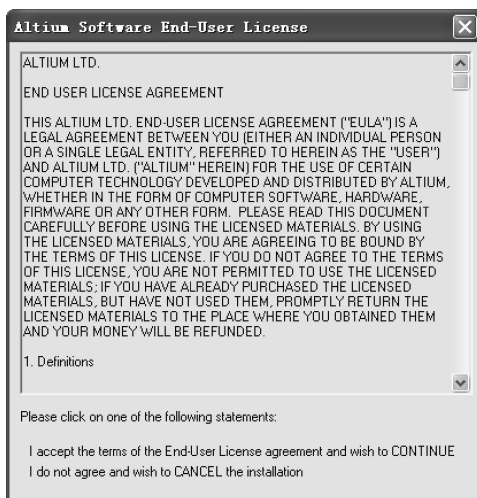

图 1-8 【协议】对话框
(1) 步骤一 双击升级包,弹出协议对话框,如图 1-8 所示。